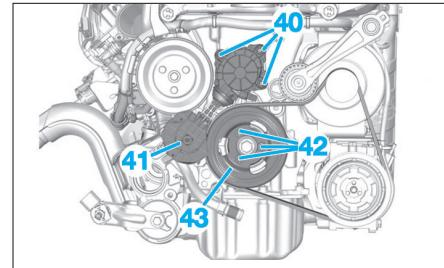

Fig. 20
- les fixations (40) de la roue de friction (Fig.20),
- la roue de friction (41),
- les vis de fixation (42) de la poulie d' entraînement des accessoires,
- la poulie d' entraînement des accessoires (43).